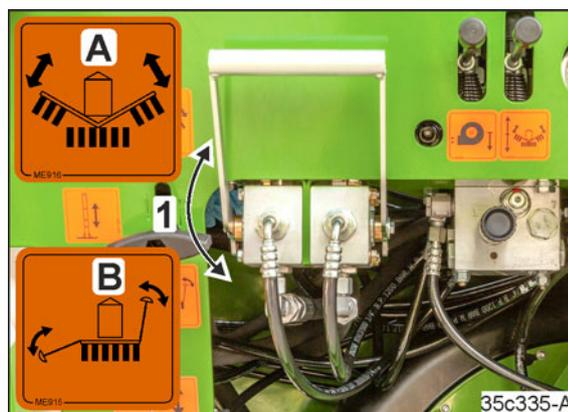

Fig. 277
2. Le levier de vanne (Fig. 277/1) se trouve en position « A ».